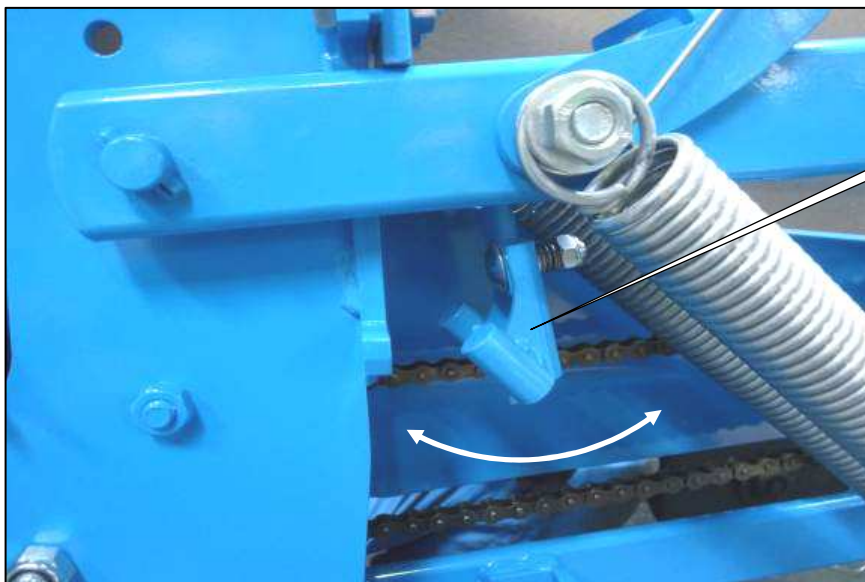

Fig. 3
- ⚠ Lorsque la machine est attelée, retirer les taquets d'élément B (fig. 3).